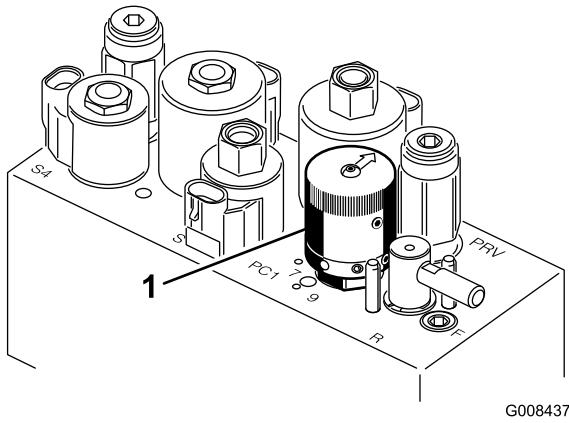

Figura 37
- Para ajustar a velocidade dos cilindros, rode o manípulo (Figura 37) até que as setas indicadoras fiquem alinhadas com o número que designa o ajuste desejado.